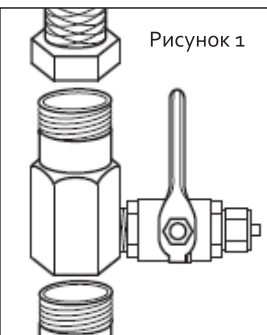

Рисунок 1
5. Установите хромированный переходник между гибким шлангом смесителя и трубопроводом подачи холодной воды. Будьте осторожны, чтобы не повредить резьбовые соединения (рис. 1).